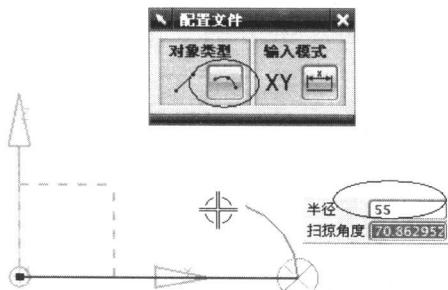

图 1-7
(4) 在【配置文件】工具栏中单击【圆弧】按钮, 接着在“半径”输入栏中输入 55 作为圆弧半径, 并单击前面已经建立的直线, 如图 1-7 所示。